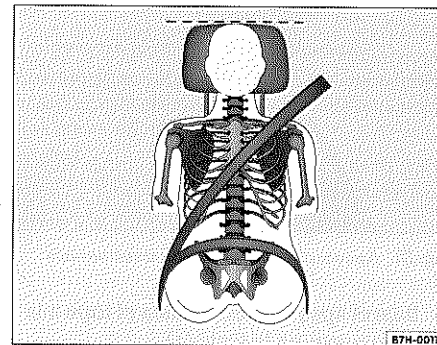
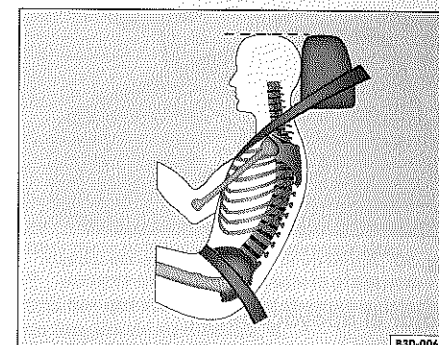

Fig. 48 Vista de frente: apoyacabezas y cinturón ajustados correctamente
Fig. 49 Vista de lado: apoyacabezas y cinturón ajustados correctamente
- Ajuste el apoyacabezas de modo que el borde superior del mismo quede, en la medida de lo posible, a la altura de la parte superior de la cabeza pero nunca por debajo de los ojos ⇒ fig. 48 y ⇒ fig. 49.